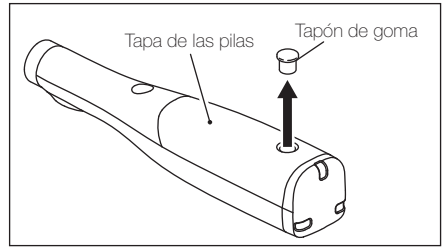

Fig. 11
2. Quite el tapón de goma que cubre el orificio del tornillo de la cubierta de las pilas utilizando el destornillador fino de punta plana (Fig. 11).